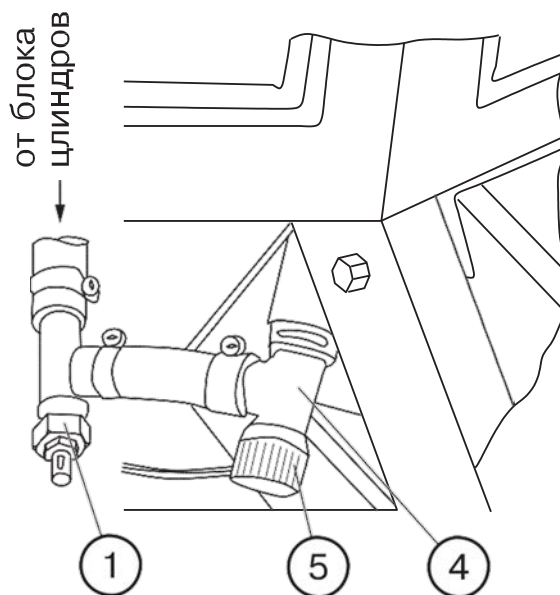

Fig. 4.20.1
- Deschideți robinetul (1) conectat la blocul motor (fig. 4.20.1)
ATENȚIE! Pentru eliminarea lichidului din sistemul de încălzire, în timpul iernii, sunt prevăzute canale de scurgere (4) de partea dreapta și stânga (a se vedea fig 4.20.1). În acest caz, după scurgere și pentru a evita dopurile de gheață, aerisiți sistemul cu aer comprimat, închizând robinetul în prealabil (1) de pe blocul cilindrilor motor și deschizând capacele (5) robinetelor (4). Pentru funcționarea sistemului în regim de ventilație, când este cald, robinetul (1) trebuie închis.